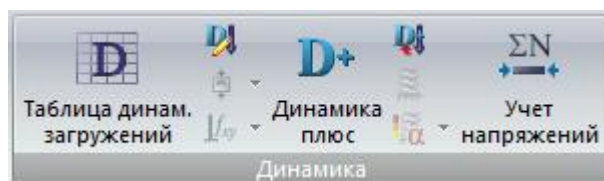

Рис. 66. Панель **Динамика**
- **Динамика** (рис.66) – операции, позволяющие задать характеристики динамического воздействия и организовать расчет на динамические воздействия;
Панель **Динамика** (рис.66) содержит следующие команды: